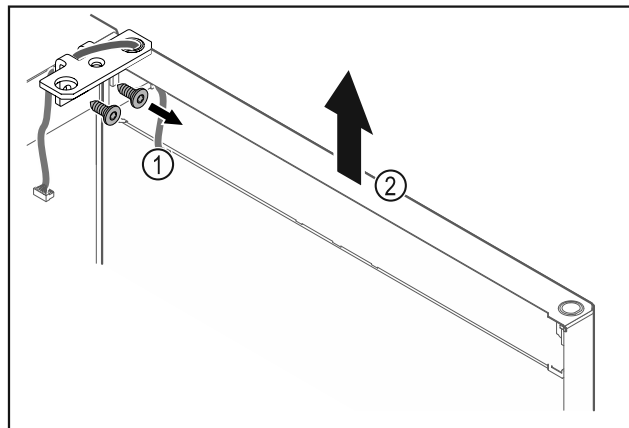

Fig. 27
- ▶ Отвинтите шарнирные уголки Fig. 27 (1).
- ▶ Дверь вместе с шарнирными уголками поднимите строго вертикально вверх Fig. 27 (2) приблизительно на 200 мм и снимите.